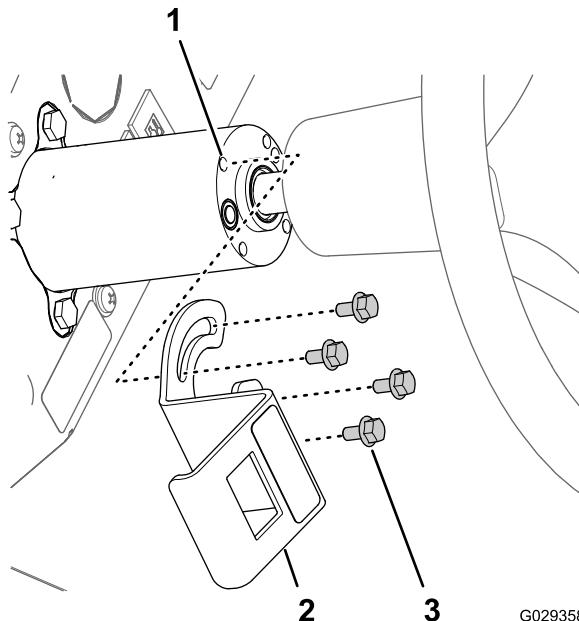

Bild 25
- Fluchten Sie die Schlitze in der Befestigungshalterung für den SCHAUMSTEUERSCHALTER mit den vier Gewindegängen in der Lenksäule aus (Bild 25).
- Fluchten Sie den 8-Buchsenstecker durch die Öffnung in der Halterung aus und schließen den Stecker an den Stiften (Bild 25) hinten am Schiebeschalter mit drei Stellungen (SCHAUMSTEUERSCHALTER) an.